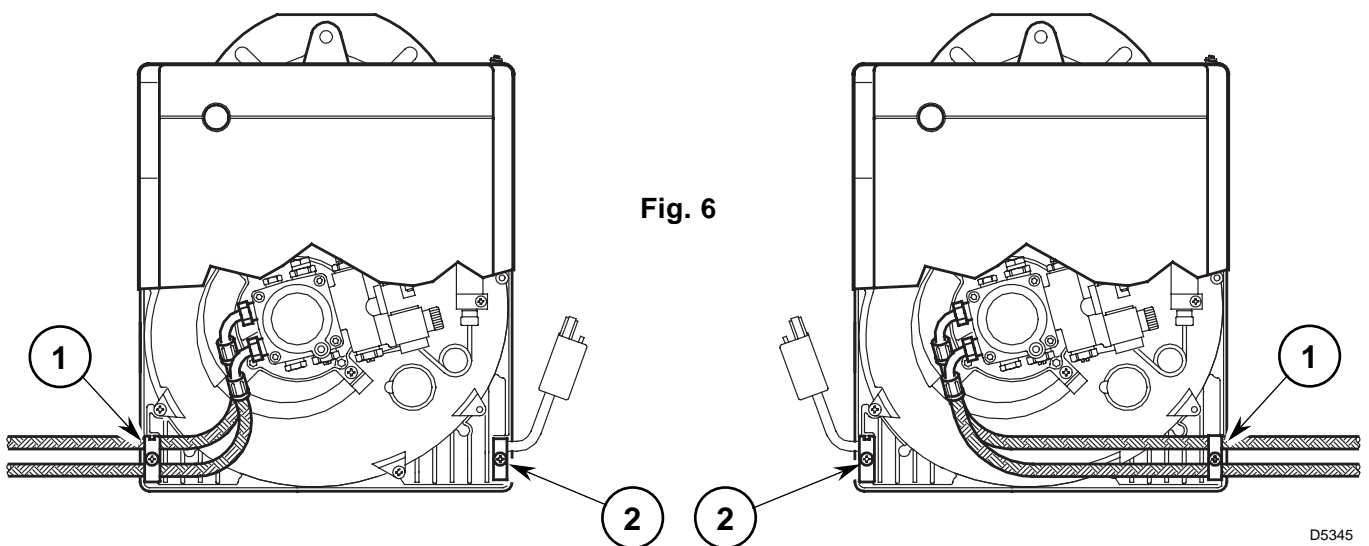

Fig. 6
In de fabriek werd de brander voorzien om de brandstoftoevoerleidingen langs beide zijden te kunnen aansluiten. Afhankelijk van de uitgang van de flexibels - links of rechts - kan het nodig zijn om de plaatsing van het bevestigingsplaatje (1) en de kabeldoorgang (2) om te wisselen, (zie fig. 6).